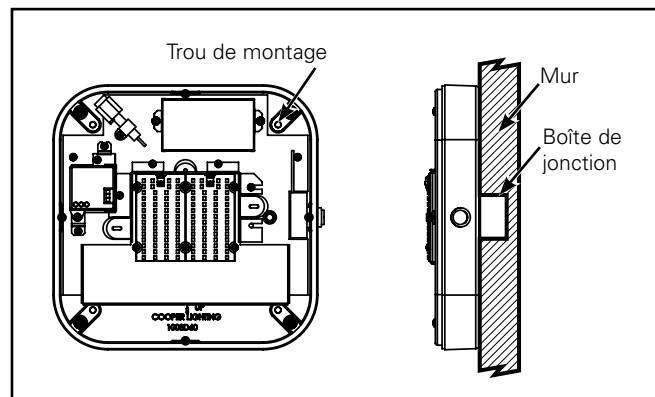

Figure 6 Installation du modèle à boîtier moulé peu profond
- Centrez le boîtier moulé sur un plafond ou mur plat et lisse au-dessus de la boîte de jonction. Utilisez le boîtier moulé comme modèle pour disposer les emplacements des fixations. (Figure 6.)